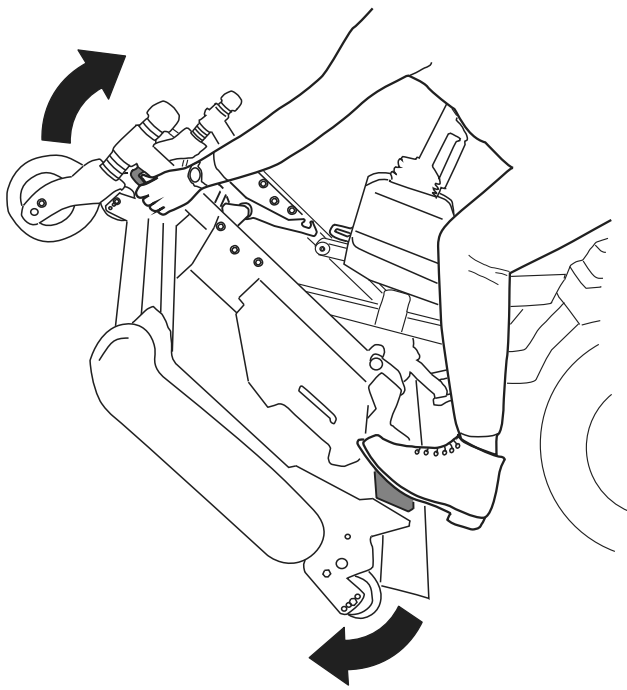
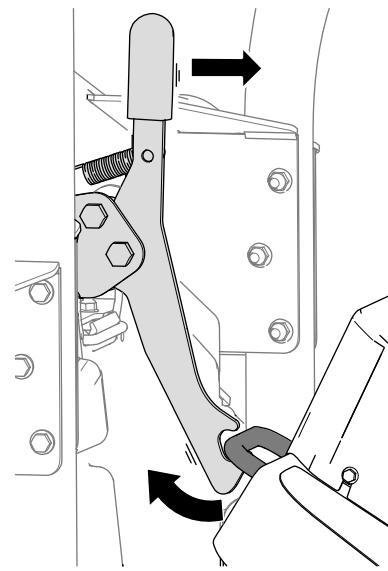
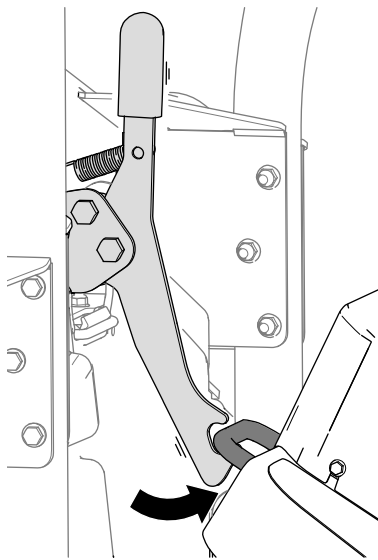

Figure 37
Figure 39
Figure 38
5. Tournez l'unité de coupe (Figure 37) de sorte que le verrou s'enclenche sur l'anneau d'arrimage (Figure 38).
1. Dégagez le verrou de l'unité de coupe de l'anneau d'arrimage (Figure 39) en faisant pivoter légèrement l'unité de coupe vers l'avant (voir Figure 37) et en tirant la poignée de verrouillage vers l'avant.